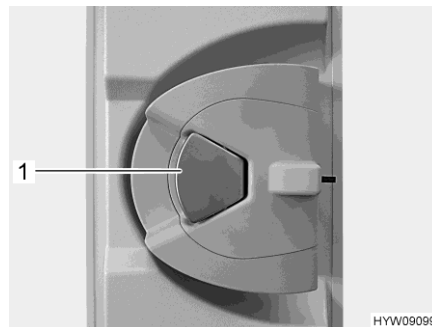

Fig. 42 Serratura della porta (porta di ingresso, lato interno)
- Quando la serratura della porta è bloccata: Tirare una volta la maniglia della porta (Fig. 42,1). La porta è sbloccata.
- Tirare la maniglia della porta (Fig. 42,1). La porta è aperta.
- Premere la maniglia della porta (Fig. 42,1).